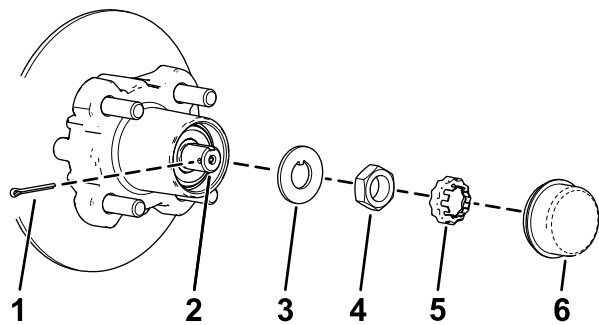
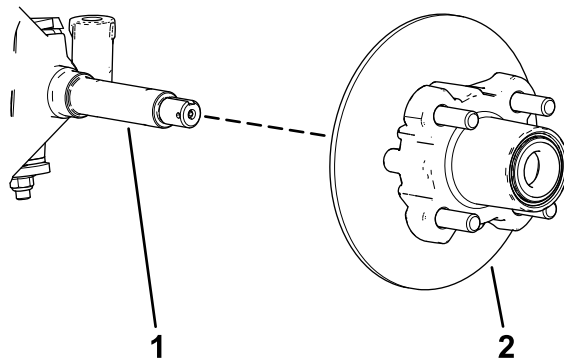

图 31
图 32
4. 从轮毂上卸下防尘盖 图 31。
5. 从主轴和主轴螺母上卸下开口销和螺母卡环 图 31。
6. 从主轴上卸下主轴螺母将轮毂和转子总成从主轴上分开 图 31和图 32。